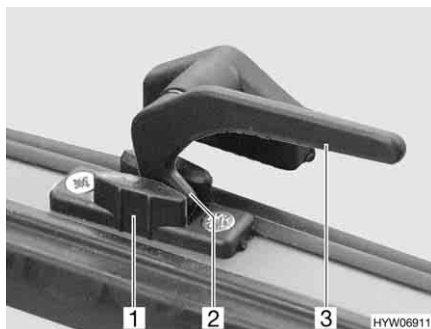

Fig. 28 Leva di serraggio in posizione "Aerazione continua"
- In posizione di "Aerazione continua" (Fig. 28)
- Ruotare tutte le leve di serraggio (Fig. 28,3) di un quarto di giro verso il centro della finestra.
- Girare nuovamente all'indietro tutte le leve di serraggio. Riportare contemporaneamente il nasello di chiusura (Fig. 28,2) nella rientranza della chiusura della finestra (Fig. 28,1).